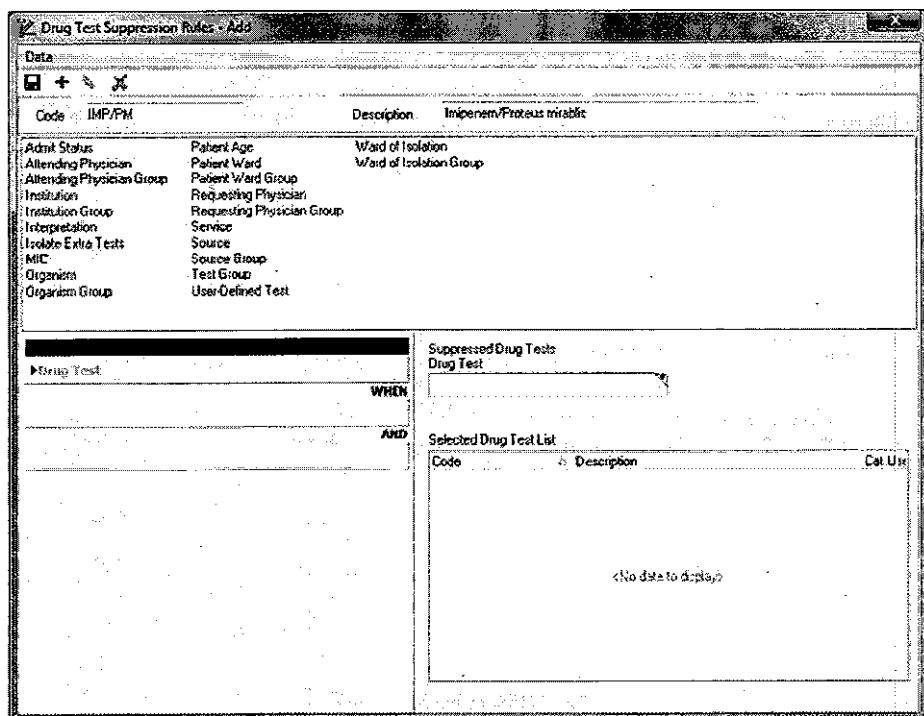

Рисунок 1: Окно «Drug Test Suppression Rules – Add»
4. Внесите код и расшифровку в полях Code и Description (такие как IMP/PM и Imipenem/Proteus mirabilis). См. Рисунок 1.